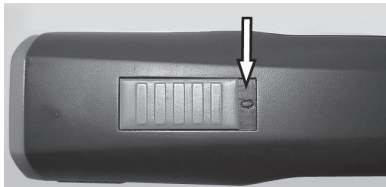

Abb. 4 Schiebeschalter in AUS-Position („0“)
1. Die Kontakte der Schermaschine (1) und des Akkus (2) auf Fremdkörper und Verschmutzung überprüfen.
2. Sicherstellen, dass der Schalter der Schermaschine in Position AUS („0“) steht (Abb. 4).
3. Akku (2) in die Schermaschine (3) einschieben, bis die Akkuverriegelung (1) beidseitig eingerastet ist.
4. Schermaschine mit eingesetztem Akku (1) oder Reserve-Akku (2) von oben ohne Gewalt in die dafür vorgesehene Lademuße der Ladestation einsetzen.
6. Akku wird geladen. Während des Ladevorgangs leuchtet die Kontrolllampe (3) rot. Sobald der Akku min. 90 % geladen ist, wechselt die Kontrolllampe auf grün und die Ladestation schaltet auf „Erhaltungsladung“.
7. Das Ladegerät mit einer Hand festhalten und mit der anderen Hand die Schermaschine (1) oder den Akku (2) herausziehen.
1. Schieber auf Position „0“ schieben (Abb. 4).
2. Die Akkuverriegelung (2) beidseitig nach innen drücken und Akku (1) aus der Schermaschine ziehen.
3. Geladenen Akku (1) in die Schermaschine (2) einsetzen, bis die Akkuverriegelung beidseitig eingerastet ist.